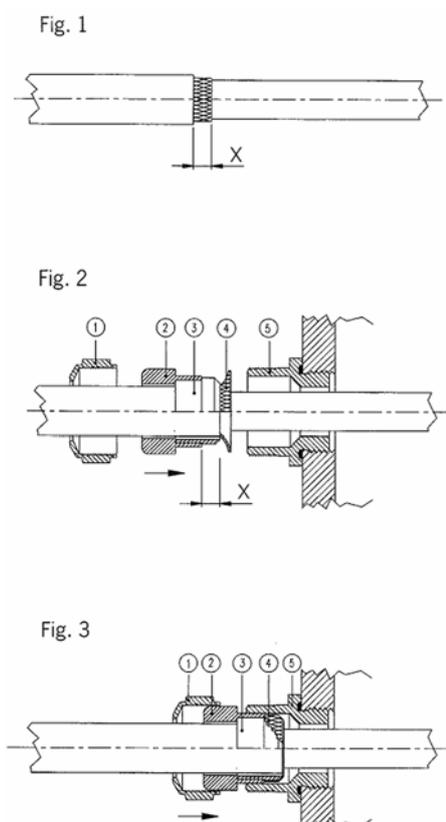

図 16 電気ケーブル被覆シールドの接地
2. 網状の被覆シールドまたはシールド箔(箔)を X の長さだけ残して剥きます。(27ページの図 16参照)
3. 図で示すようにドーム型キャップナット①と、グラウンドのコンタクトソケットにシールインサートがついた部品②+③をケーブルに被せて押します。
4. 網状被覆シールドまたはシールド箔④を約 90° 折り返します。
5. グラウンドのコンタクトソケットにシールインサートがついた部品(②+③)を、被覆シールドまたはシールド箔まで押し込みます。
- 6.ハウジングの下部⑤に取り付けます。
7. グラウンドのコンタクトソケットに、シールインサートが付いた部品(②+③)を⑤に押し込みます。
8. ドーム型キャップナット①を下部⑤にねじ込みます。